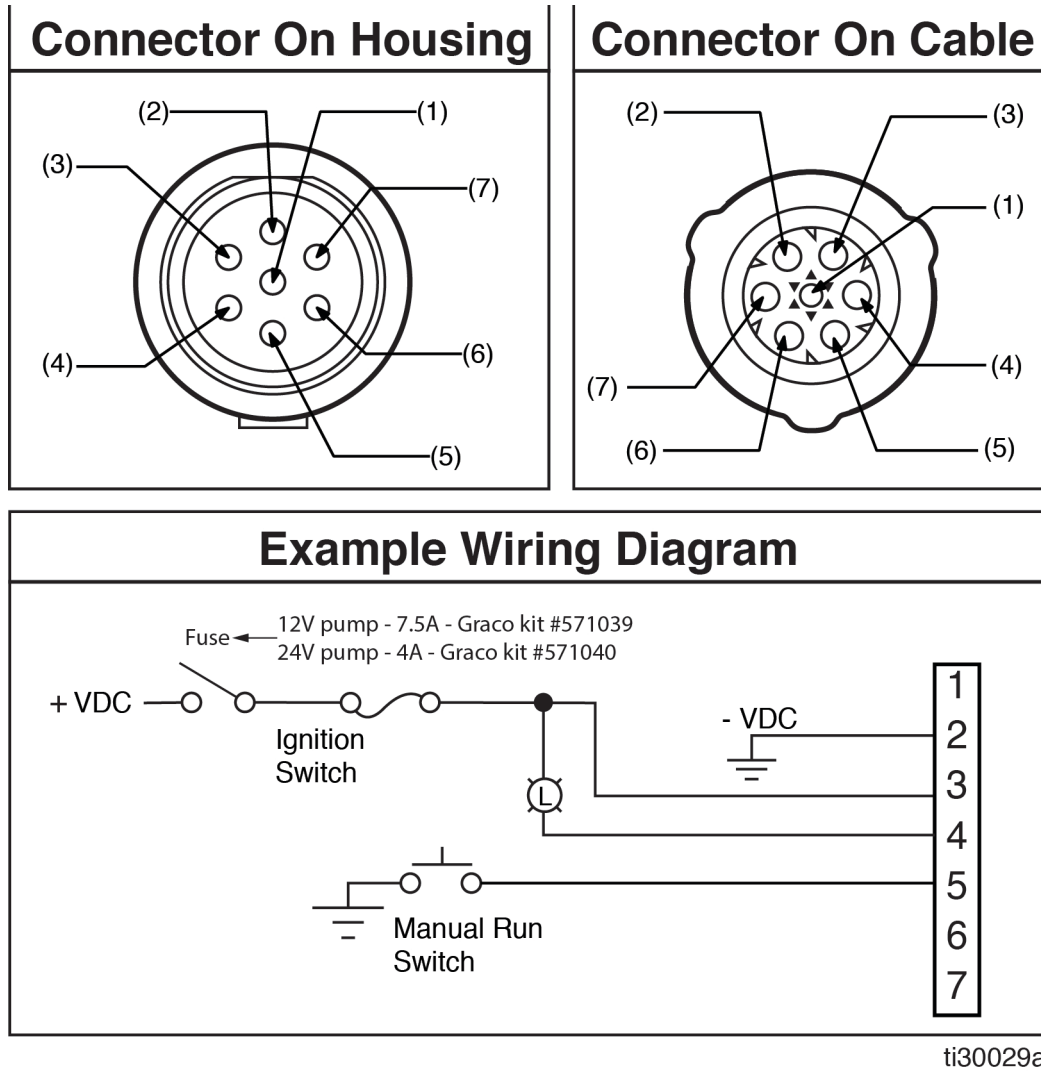

图 5
- 请参阅图 5 所示的引脚布局获取连接器中的正确位置。
引脚和相关接线颜色 (图 5, 第 15 页)